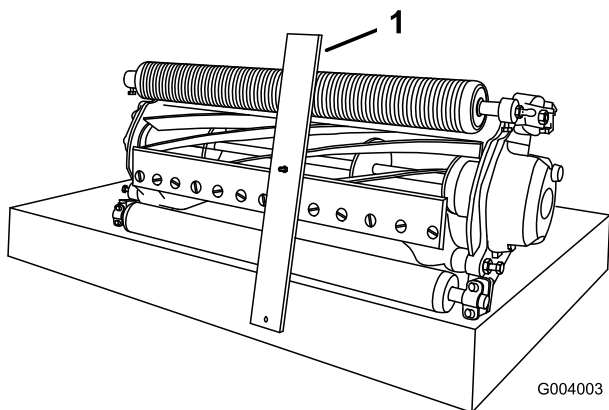

Figura 62
3. Enganche la cabeza del tornillo sobre el filo de la contracuchilla y apoye el extremo trasero de la barra sobre el rodillo trasero (Figura 62).